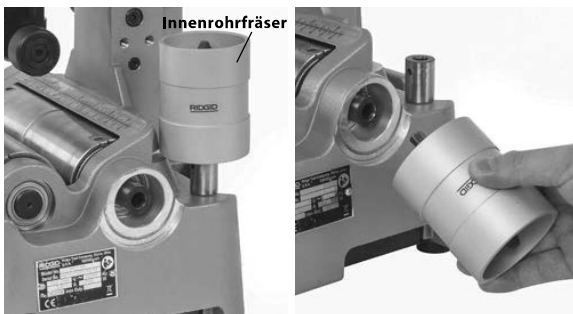

Abbildung 11 – Einbau des Innenrohrfräasers
2. Entfernen Sie den Innenrohrfräser von der Aufbewahrung und montieren Sie in der Betriebsposition, wie in *Abbildung 11* gezeigt. Vergewissern Sie sich, dass der Innenrohrfräser fest montiert ist.